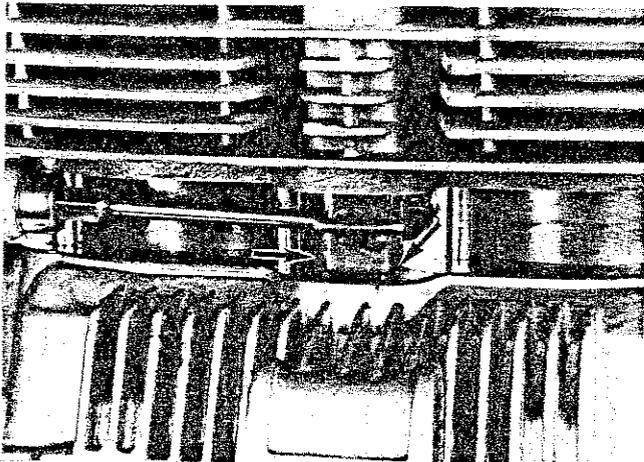

Fig. 72
6) Prima di abbassare completamente i cilindri, assicurarsi che il piolo del pattino si vada a collocare nel vano appositamente esistente nel carter (Fig. 72).
6) Before lowering the cylinder block completely, make sure that the slipper pin fits into its housing in the crankcase (Fig. 72).